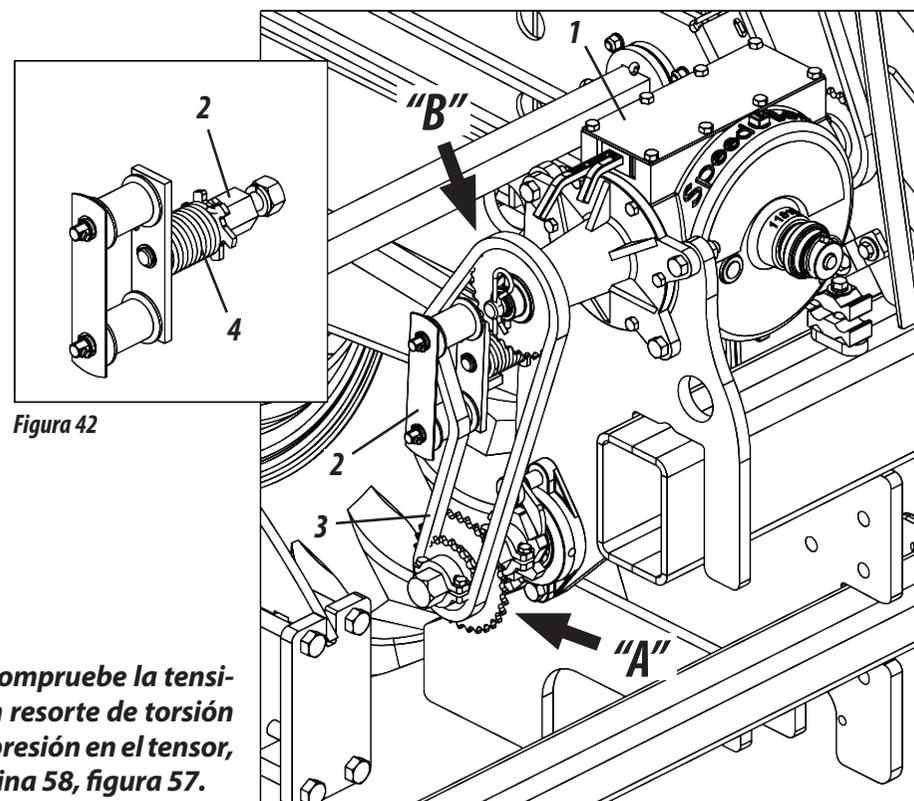

Figura 42
**REGULACIÓN PARA DISTRIBUCIÓN DE FERTILIZANTE (FIGURA 42)**